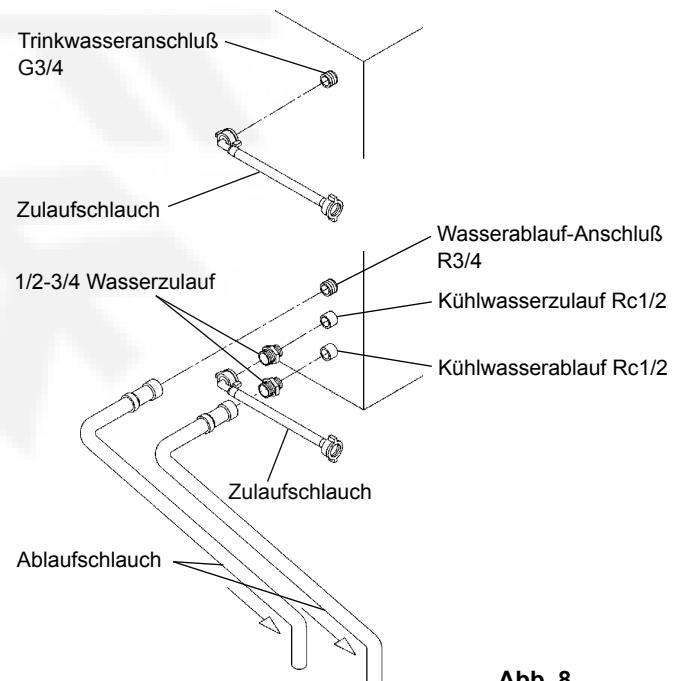

Abb. 8
[b] Anschlüsse entsprechend anderer als der WRC-Bestimmungen für Zubehörschläuche (Abb. 8)
2) Zum Anschluß des Verflüssigers mit den mitgelieferten Zubehörschläuchen die gleichen Verbindungen wie oben in 1) bis 3) von [a] an den freien Enden der 1/2-3/4 Wasserzuläufe wie dargestellt (Abb. 8) verbinden.